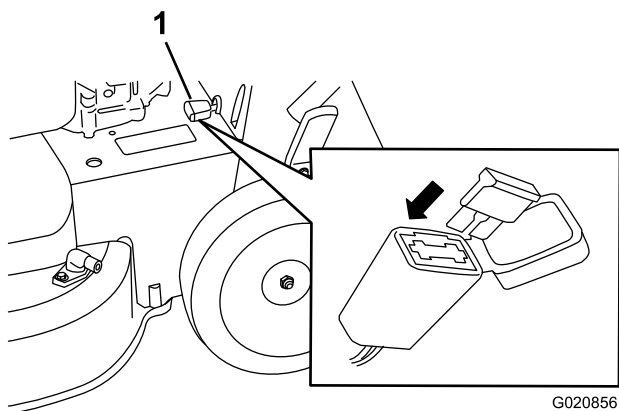

Рисунок 32
1. Откройте герметичный держатель предохранителя и замените предохранитель (Рисунок 32).